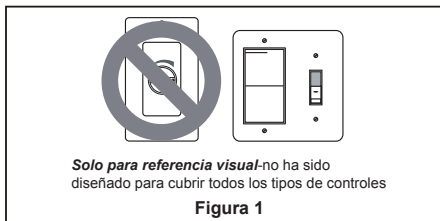

Figura 1
1. IMPORTANTE: El uso de un regulador de la intensidad completa (no incluido) para controlar la velocidad del ventilador dañará el dispositivo. Para reducir el riesgo de incendio o descarga eléctrica, no utilice dicho regulador para controlar la velocidad del ventilador. (Figura 1)
1. Instalación de la placa de la pared: (Figura 1)